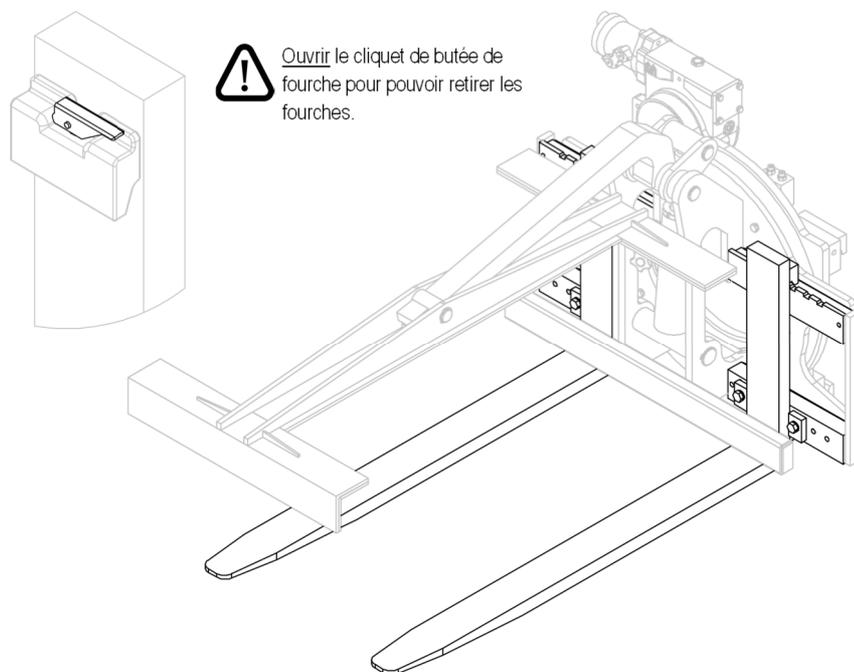
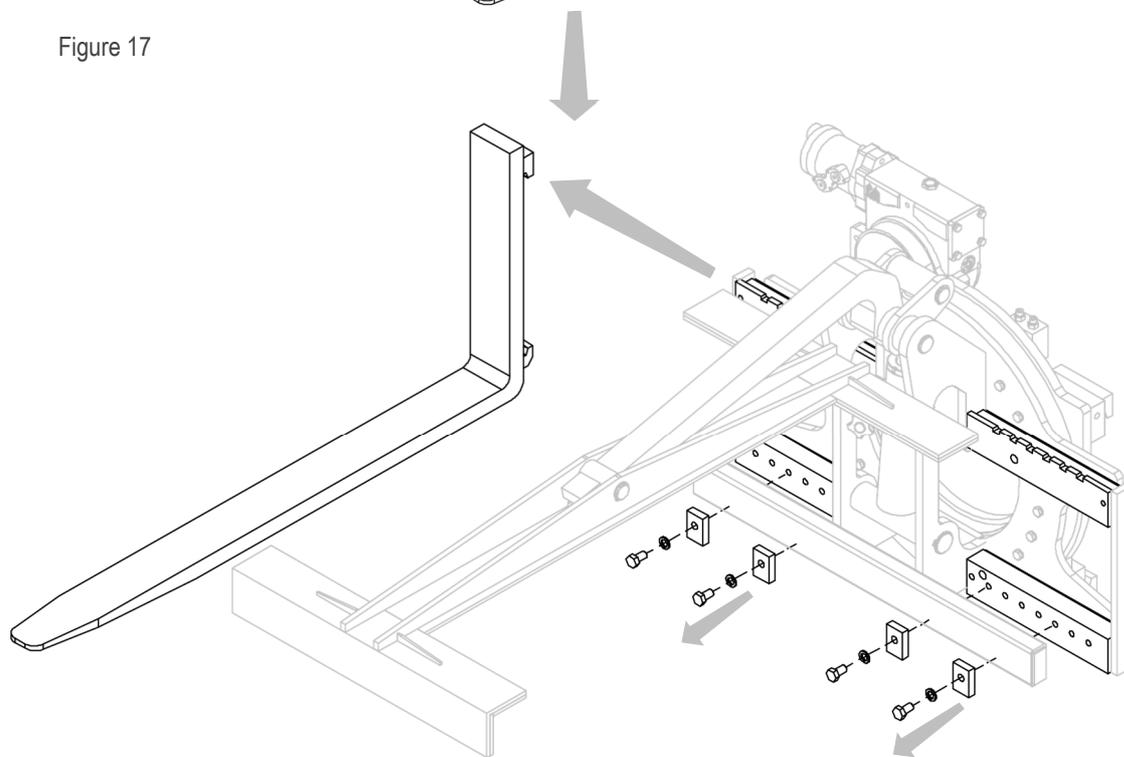

Figure 17
Figure 18
2. Retirer les fourches après avoir dévissé les butées de fourche et ouvert les cliquets de butée de fourche (voir *Figure 17* et *Figure 18*).